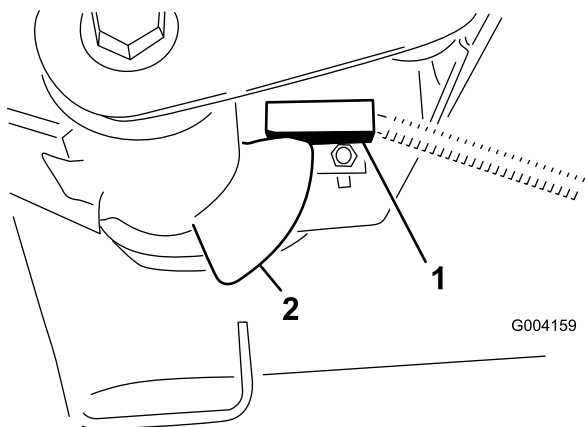

図 41
2. 昇降アームのスイッチは、油圧のメイン・タンクの下にある右前昇降アームの後ろ側に装着されている（図 41）。
3. スwitchの取り付けネジ（図 41）をゆるめ、スイッチの位置を下げると、昇降アームの旋回高さが長くなり、上げると、昇降アームの旋回高さが短くなる取り付けボルトを締め付ける。